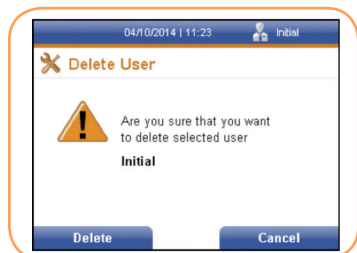

FIGURA 33
2. Pulse la tecla programable derecha para acceder al menú Opciones. Mediante la tecla [↓], desplácese con el cursor al elemento de menú Borrar elegidos y pulse la tecla programable derecha para seleccionarlo. Se muestra la pantalla Eliminar usuario (Figura 33).